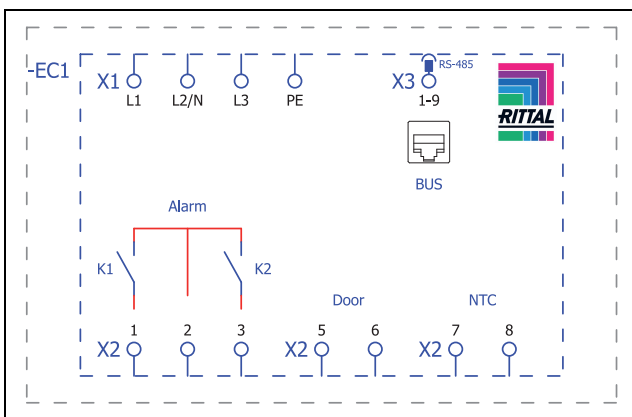
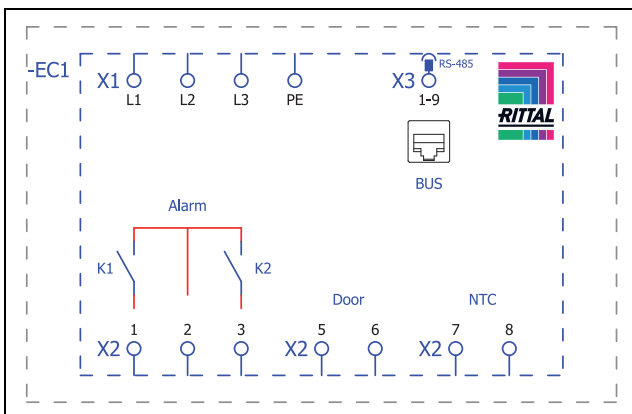

Abb. 37: Schaltplan SK 3485330, SK 3486330, SK 3487330
Abb. 38: Schaltplan SK 3488340, SK 3489340
- Entnehmen Sie aus dem Versandbeutel den Netzstecker und stellen Sie gemäß der zugehörigen Anschlusskennzeichnung die Netzversorgung her (Abb. 37 bzw. Abb. 38).